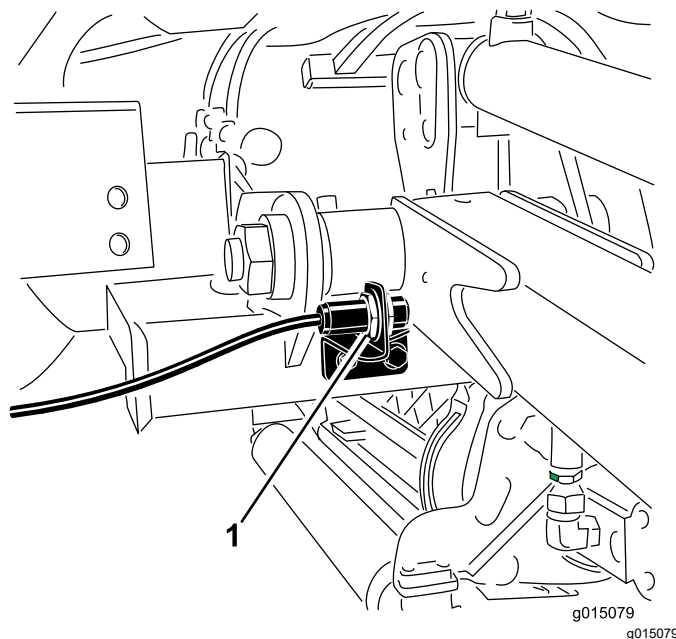

Figure 61
2. Le contacteur des bras de levage se trouve derrière le bras de levage avant droit (Figure 61).
3. Desserrez les vis de fixation du contacteur (Figure 61) et montez le contacteur pour augmenter la hauteur du changement de direction des bras de levage ou abaissez-le pour réduire la hauteur du changement de direction.